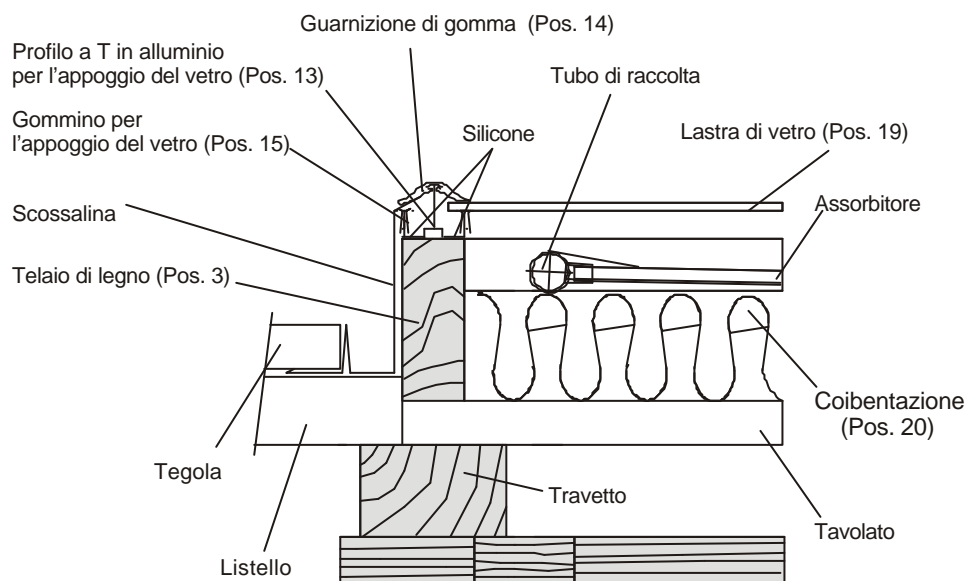

Figura 3.2: Sezione A-A
3. Posare un tavolato di assi (Pos. 1) appoggiate alle travi oppure ai travetti (a seconda del tipo di tetto, vedere Figura 3.2). Per garantire la tenuta antivento e come protezione dalla penetrazione di insetti, sul tavolato si stende una guaina (aperta alla diffusione del vapore) badando a sovrapporre abbondantemente le giunte.